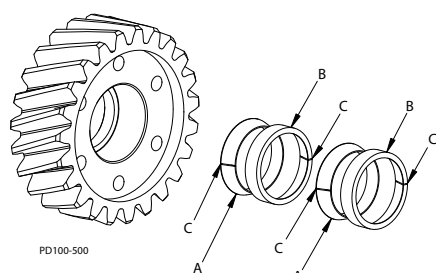

Figura 60 - Ansamblu elementului de blocare
3. Elementele de blocare (Figura 61, articol 25, detaliate în Figura 60) constau într-un inel cu șliț interior și un inel cu șliț exterior. Pentru funcționare corectă, elementele trebuie asamblate în următoarea ordine: inel intern (A), inel extern (B), inel intern (A), inel extern (B); cu fantele inelelor (articolul C) în zigzag distanțate la 180° după cum se arată în Figura 60.